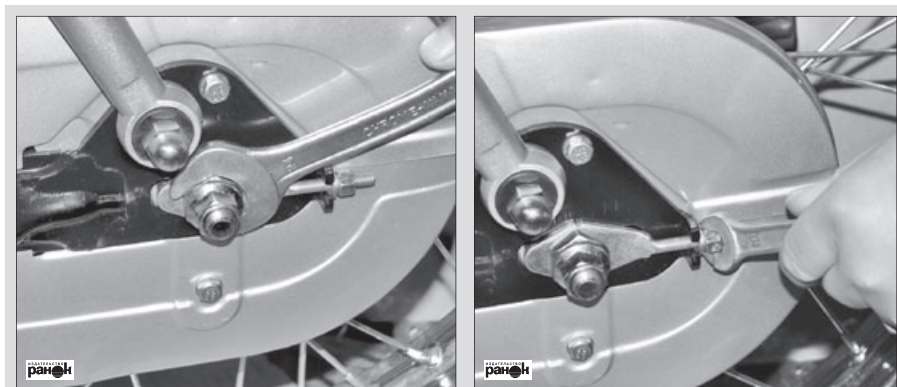

Рис. 39. Натяжение приводной цепи
- заворачивая регулировочные гайки с левой и правой стороны, добиться нормального натяжения цепи (рис. 39). Нормальное провисание приводной цепи должно быть в пределах 5–10 мм при усилии 10 кгс (усилие давления пальцами руки);